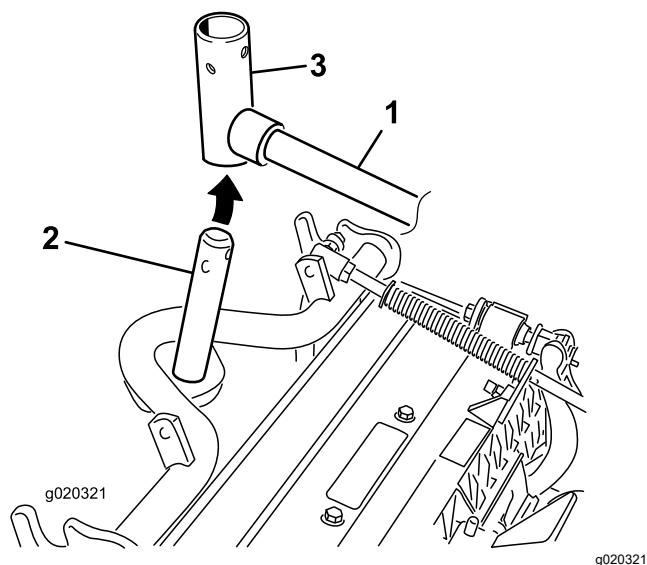

Рисунок 10
- В. Вставьте вилку подъемного рычага в вал несущей рамы (Рисунок 10).
10. При установке передних режущих блоков передвиньте режущий блок под подъемным рычагом, одновременно вставляя вал несущей рамы вверх в вилку шарнира подъемного рычага (Рисунок 10).